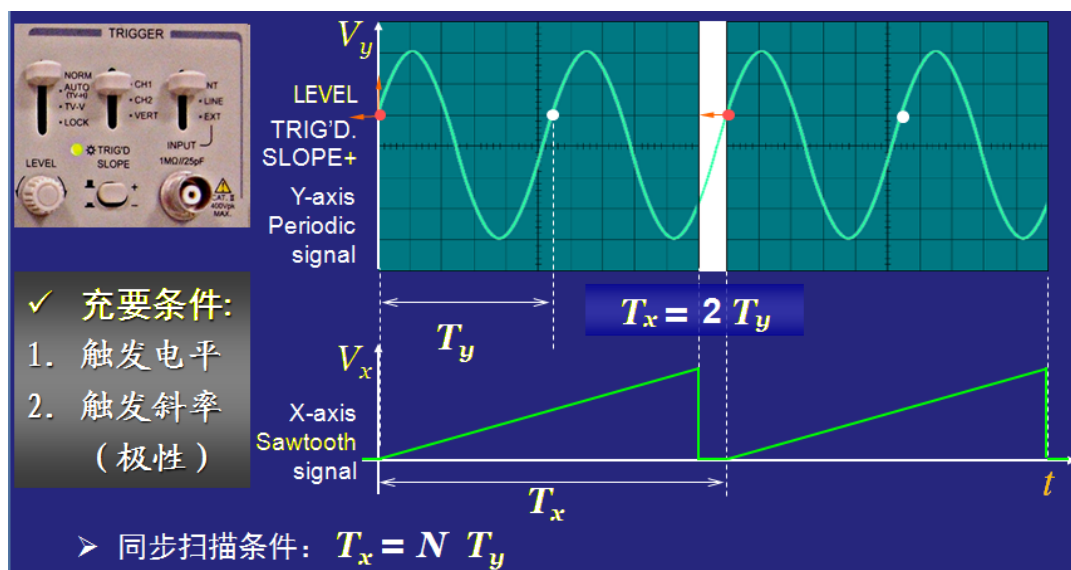

图3 同步触发扫描
3、同步触发 由于信号电压和扫描电压来自两个独立的信号源，它们的周期难以调节成准确的整数倍关系，通常屏上的波形会发生横向移动，造成观察困难。示波器的设计者巧妙地利用同步控制原理解决这一难题：设定恰当的启动扫描的电压值即调节**触发电平（LEVEL）**不要超出被测信号变化的范围，并选择被测信号在触发电平之变化趋势即**触发斜率（或极性）（SLOPE）**“+”为电压增加，“-”为电压减小），触发控制器（TRIGGER）会检测被测信号的电压值是否达到触发电平，同时被测信号是否满足触发斜率设定的变化趋势，如果二者同时满足——**同步触发的充要条件**，那么，触发控制器便启动锯齿波扫描电压，如此可确保扫描周期与被测信号周期成整数倍关系，从而在荧光屏上显示稳定的波形。电路的这种控制作用称为**同步**，如图 3 所示。